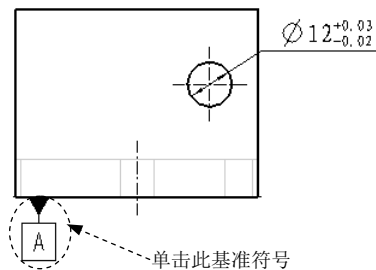

图 11.1.15 拭除不需要的基准符号
Step3. 将图 11.1.15 所示的左视图中不需要的基准符号拭除。
- (1) 在图 11.1.15 所示的图形中单击要拭除的基准符号。
- (2) 右击，从系统弹出的快捷菜单中选择 **拭除** 命令。
- (3) 在图形区的空白处单击，以刷新屏幕，此时可以看到该基准符号已被拭除。